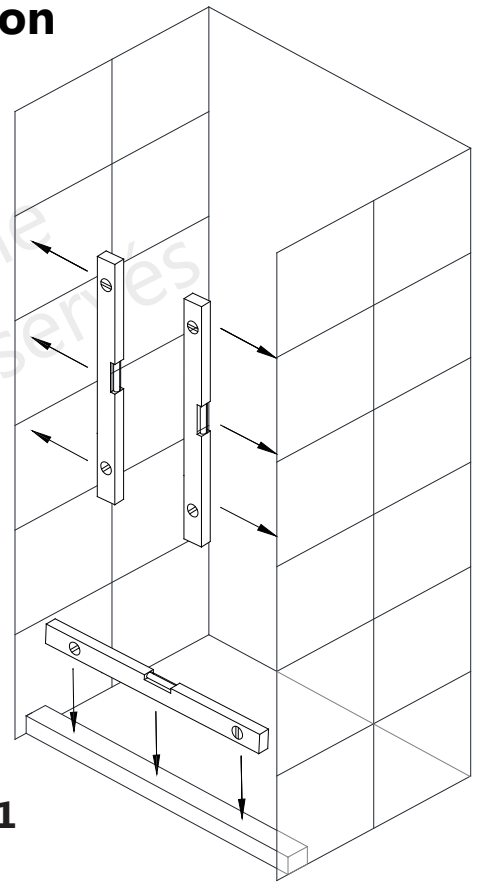

Fig 1
1. Mesurez la largeur de l'ouverture finie en haut (selon la hauteur du modèle), au milieu et en bas. Vérifiez aussi le niveau du seuil et l'aplomb des murs. **(Fig 1)**